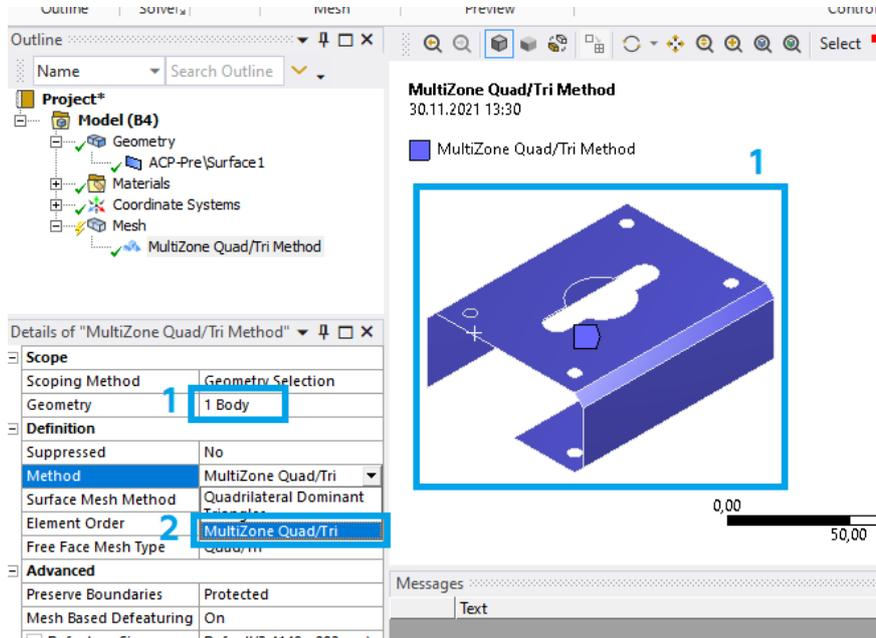

Рис. 13. Задание настроек сетки
- жмем ПКМ на *Mesh* – *Insert* – *Method*, выделяем геометрию (1) и выбираем метод (2) – *Multizone Quad/Tri* (рис. 13);